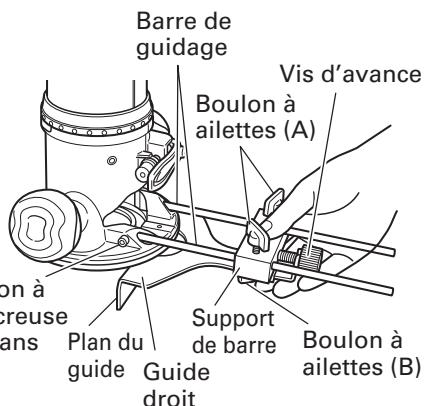

Fig. 13
- ① Insérer la barre de guidage dans l'orifice du support de barre, puis serrer légèrement les 2 boulons à ailettes (A) sur le dessus du support de barre.
- ② Insérer la barre de guidage dans l'orifice du socle, puis serrer à fond les deux boulons à tête creuse à 6 pans (accessoires standard).
- ③ Effectuer les réglages fins de la dimension entre la mèche et la surface du guide, puis serrer à fond les deux boulons à ailettes (A) sur le dessus du support de barre, et le Boulon à boulon à ailettes (B) de fixation du guide tête creuse droit. (Fig. 13)